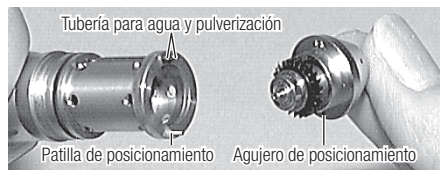

Fig. 17
- 3) Al insertar un nuevo cartucho, alinee la posición del tubo de agua y pulverización, y la clavija de orientación con el agujero de la carcasa del cartucho, y presione en línea recta hacia dentro (Fig. 17).